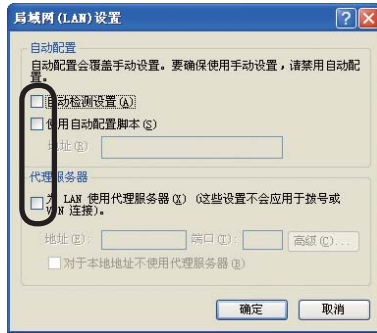

图 2.2.3.c “局域网 (LAN) 设置” 窗口
3) 在“局域网 (LAN) 设置”窗口中取消选择所有复选框。(图 2.2.3.c)